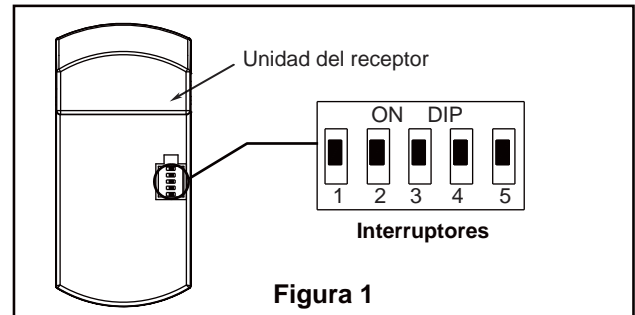

Figura 1
1. Extraiga la pieza de la bola colgante de la unidad de la bola colgante / varilla aflojando el tornillo de presión de la bola colgante hasta que la bola se libere de la varilla. Retire el pasador del barral y luego extraiga la semiesfera. Conserve el pasador y la semiesfera para su reinstalación en el Paso 6 (Figura 1).
Para evitar una posible descarga eléctrica, asegúrese de cortar la alimentación eléctrica de la caja de fusibles principal antes de colgar el ventilador. (Figura 1)
1. Para configurar el código de unidad del receptor. Deslice los interruptores de código a las mismas posiciones que en el transmisor. (Figura 1)